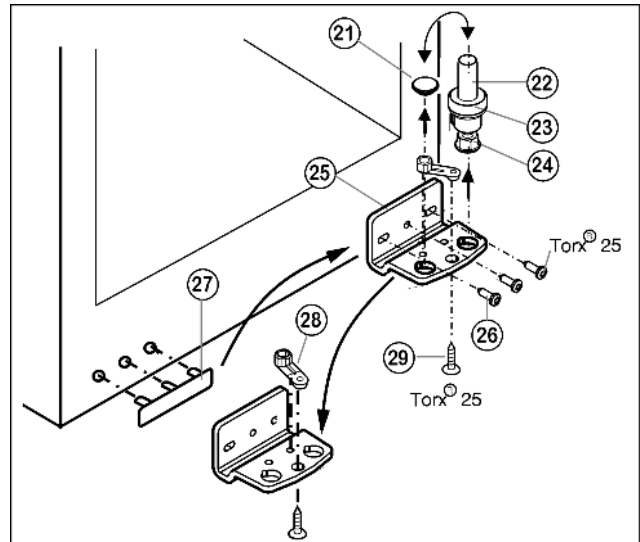

Fig. 6
- Издърпайте нагоре целия лагерен болт Fig. 6 (22), с шайбата Fig. 6 (23) и крачето Fig. 6 (24).
- Свалете тапите Fig. 6 (21).
- Отвийте Fig. 6 (26) лагерната опора Fig. 6 (25).
- Развийте Fig. 6 (29) лагерния детайл Fig. 6 (28) и поставете в срещуположния поемащ отвор на лагерната опора, завийте отново.
- Внимателно повдигнете и поставете на другата страна покритието от страна на дръжката Fig. 6 (27).
- Завийте отново **здрово (с 4 Nm)** лагерната стойка долу Fig. 6 (25) от новата страна на шарнира, при нужда с помощта на акумулаторна отвертка.
- Отново поставете тапа Fig. 6 (21) в другия отвор.
- Отново поставете лагерния болт Fig. 6 (22), с шайбата и крачето. При това обърнете внимание на това, фиксиращата гърбица да сочи назад.
- ▶ Поставете вратата отгоре върху лагерния болт долу Fig. 6 (22).
- ▶ Окачете вратата през двата удължени отвори в лагерната опора долу Fig. 6 (25), регулирайте я успоредно към корпуса на уреда. За тази цел отвийте средния винт.